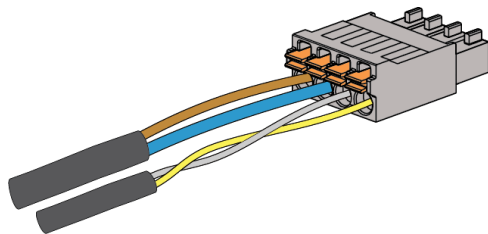

Abbildung 13: Verdrahtung des Kommunikationssteckverbinders
6. An beiden Enden des vieradrigen Kommunikationskabels die Drähte abisolieren und in die mitgelieferten vierpoligen Steckverbinder einführen (Abbildung 13). Auf der Powerwall-Seite den im Zubehörbeutel mitgelieferten schwarzen Steckverbinder verwenden. Auf der Backup Gateway-Seite den Steckverbinder verwenden, der bei Auslieferung in die entsprechende Steckbuchse im Backup Gateway gesteckt war.